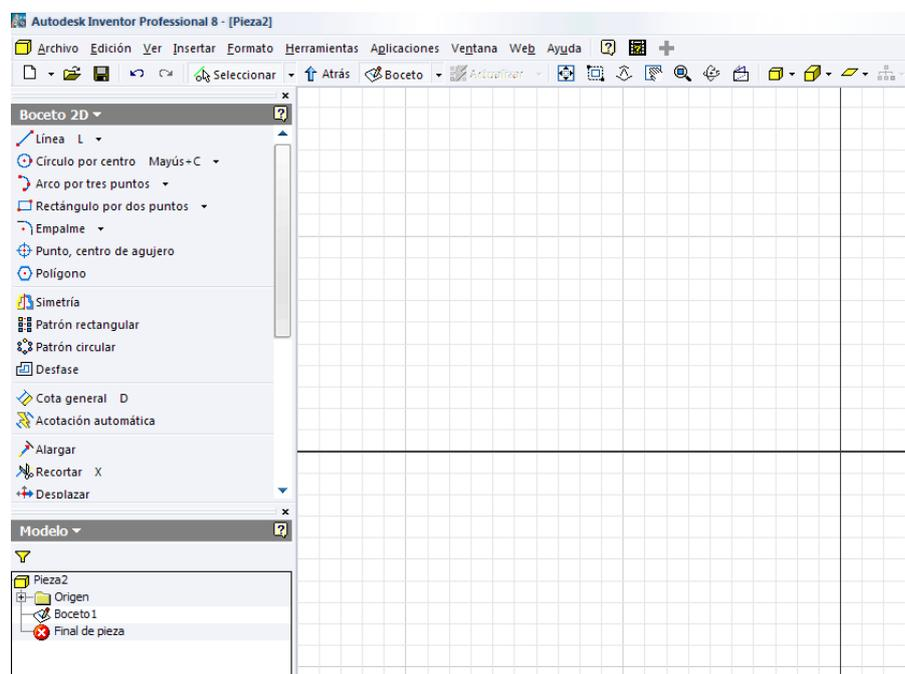

Figura 57. Modo boceto.
- c) Surgirá una pantalla la cual indica que se está en el modo *Boceto*. Esta es la pantalla donde se realizarán todas las operaciones para construir una pieza. Ver figura 57.